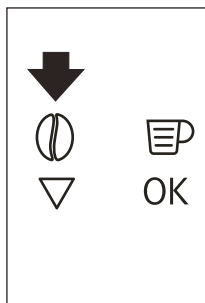

Fig. 15
- La macchina è impostata in fabbrica per erogare caffè con gusto normale. È possibile richiedere caffè con gusto extra-leggero, leggero, normale, forte, oppure extra-forte e con opzione del caffè premacinato. Per scegliere il gusto desiderato, premere più volte l'icona (B4) (Fig. 15). Il gusto desiderato del caffè è visualizzato sul display.